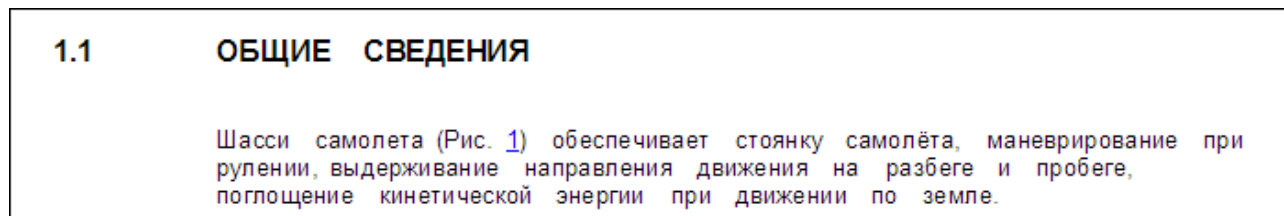

Рис. 3.205
1. В окне редактора модуля данных на стандартной панели инструментов выберите инструмент **Просмотр** . В диалоговом окне **Предварительный просмотр** ссылка выглядит, как показано на рис. 3.205.